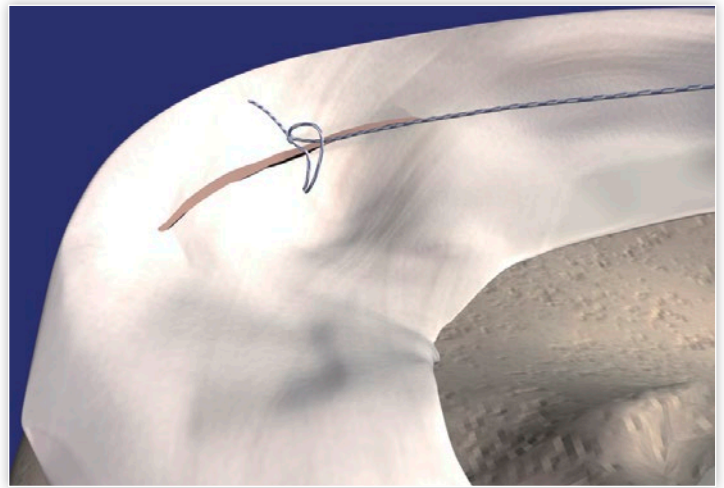

Abb. 13: Am freien Fadenende ziehen ...
5. Entfernen Sie die Applikationsnadel, so dass das freie Fadenende des ULTRABRAID-Fadens freigegeben wird. Ziehen Sie am Fadenende, damit der Rutschknoten heruntergleitet und den Meniskusriss komprimiert (Abb. 13).